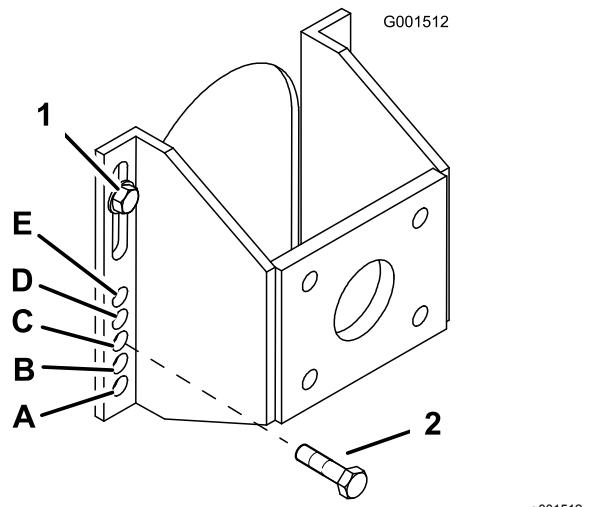

Figure 16
5. Desserrez, mais n'enlevez pas, les 2 boulons d'essieu supérieurs (Figure 16).
6. Enlevez les 2 boulons d'essieu inférieurs (Figure 16).
7. Élevez ou abaissez le support de fixation pour insérer les 2 boulons de réglage d'essieu dans le trou voulu (Figure 16).